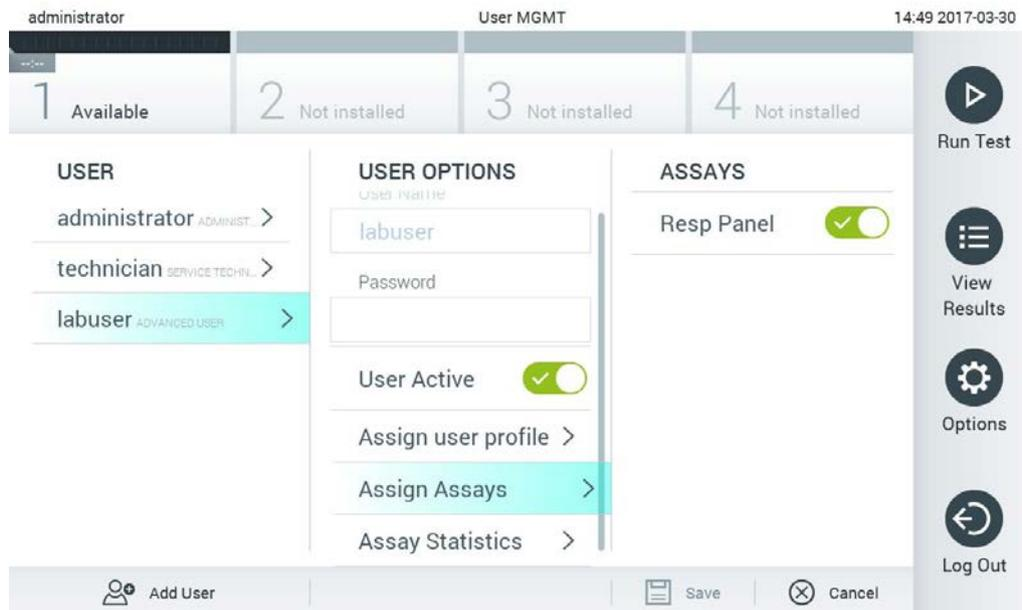

Figure 61. Attribuer des dosages aux utilisateurs.
- Assign Assays (Attribuer des dosages) : permet de définir les dosages de la base de données des dosages que l'utilisateur peut exécuter. Sélectionnez les dosages dans la liste située à droite de l'aire de contenu. (figure 61, page suivante).